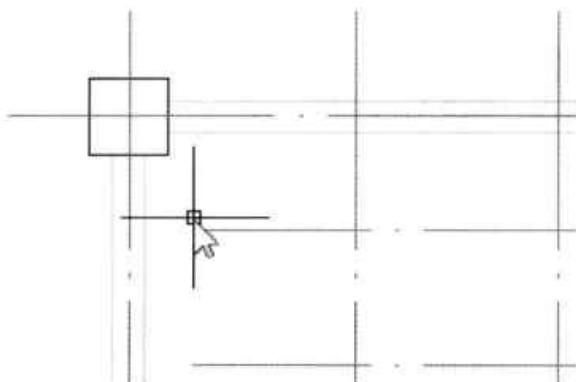

图 16-43 完成替换操作
**Step 03** 选择完成后，按回车键即可完成墙柱替换操作，如图 16-43 所示。